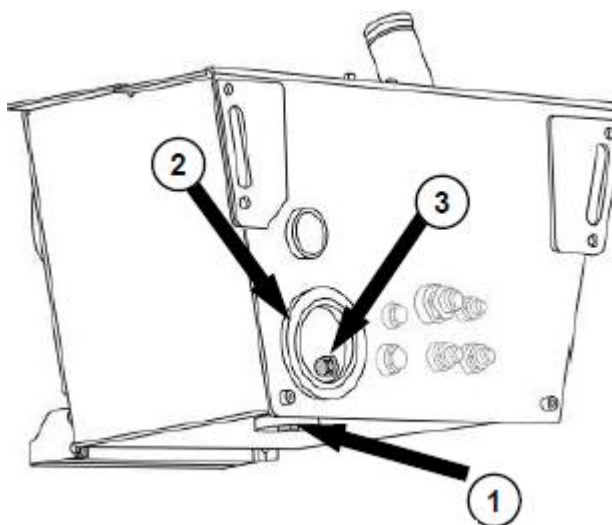

Рисунок 5.17 Сливная пробка гидравлического бака
- ▶ Поместите соответствующую емкость под сливную пробку 3 см. рис. 5.17.